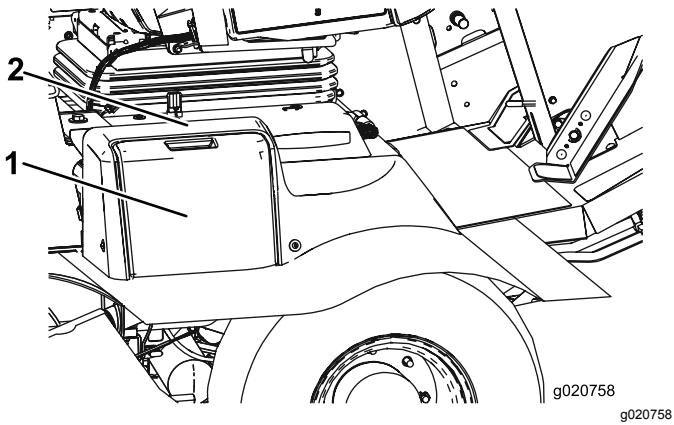

Figura 80
1. Abra a cobertura da bateria no lado do resguardo (Figura 80).
**Nota:** Pressione a superfície plana por cima da cobertura da bateria para facilitar a remoção da cobertura (Figura 80).